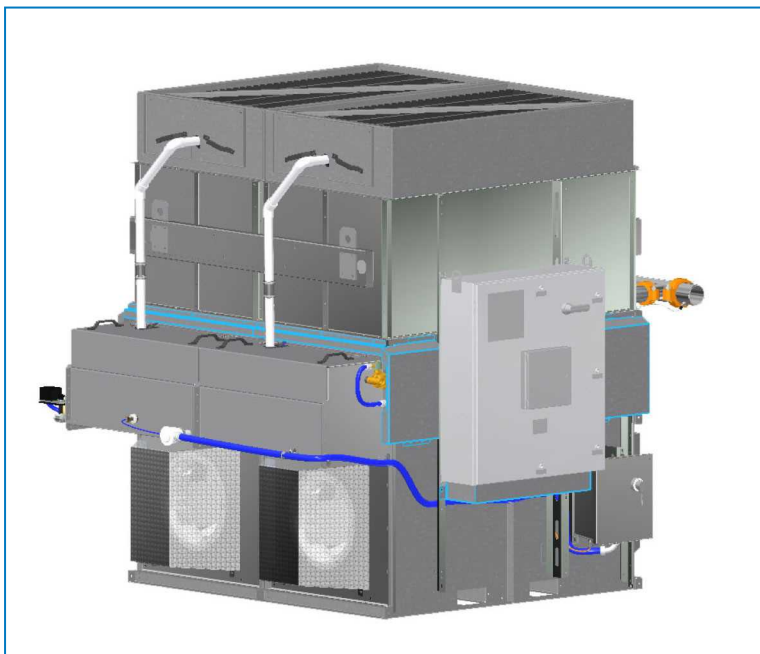
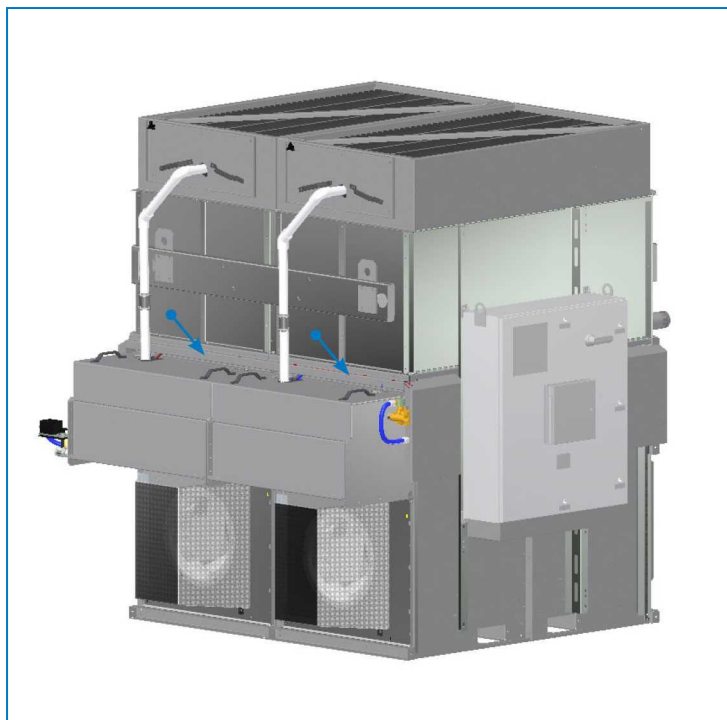

Рис. 14. Расположение защитных панелей вокруг панели системы управления iPilot™ (показан дополнительный нагреватель бассейна)
Рис. 19. Установка защитной панели для проводки
1. Снимите остальные защитные панели вокруг панели управления и над бассейном воды для орошения. Сохраните крепежные изделия, чтобы установить панели на место. См. рисунок 14.
10. Установите защитную панель для проводки в верхней части бассейна воды для орошения. См. рисунок 19. Установите защитную панель с обратной стороны и сбоку. См. рисунки 11 и 12. В конце установите защитные панели вокруг панели системы управления iPilot™, см. рисунок 14.